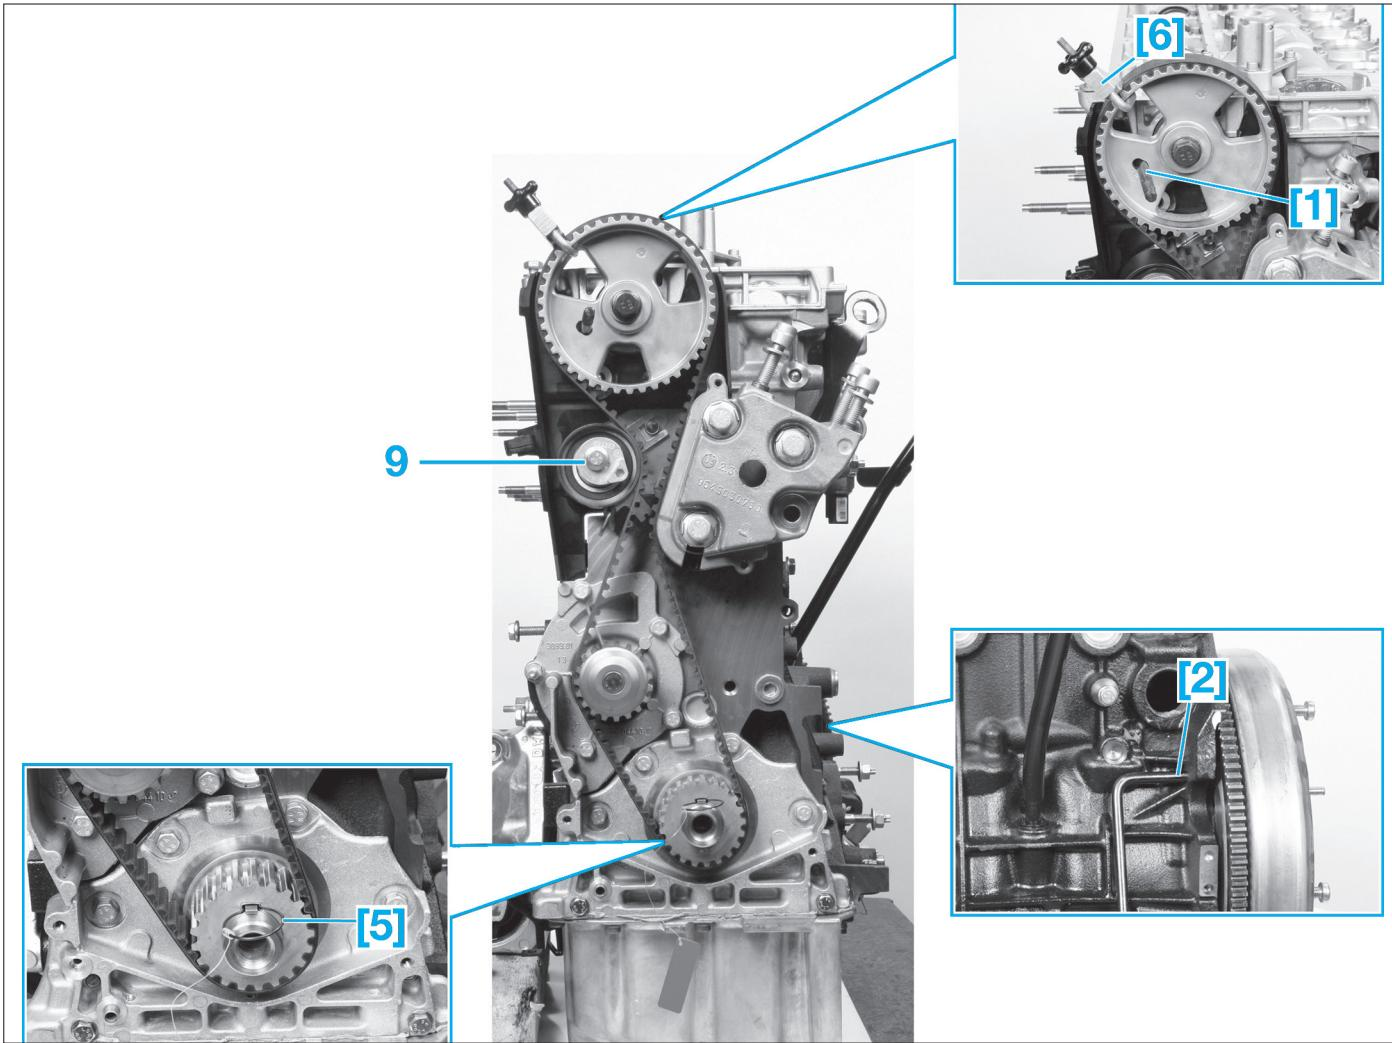

Fig. 6
- [5]. Centreur de poulie (réf : 0188.AH) (Fig.6).
- [6]. Pince courroie (réf : 0188.AD) (Fig.6).
- [1]. Pige de la poulie d'arbre à cames (réf : 0188.M) (Fig.6).
- [2]. Pige de volant moteur (réf : 0188.X) (Fig.6).
- Tourner le moteur par la vis de fixation de la poulie d'accessoires jusqu'à pouvoir engager l'outil [1] (Fig.6).
- Desserrer la vis du galet tendeur (9) (Fig.6).
- Mettre en place l'outil [5] (Fig.6).
- le moteur est au point de calage (Fig.6).
- Reposer la courroie de distribution sur la poulie d'arbre à cames et mettre en place l'outil [6] (Fig.6).